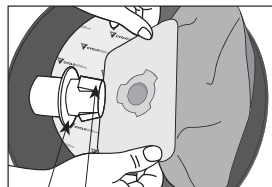

figura 19
3. Instale la nueva bolsa con cuidado de alinear las muescas de la bolsa con las puntas del adaptador (**figura 19**).